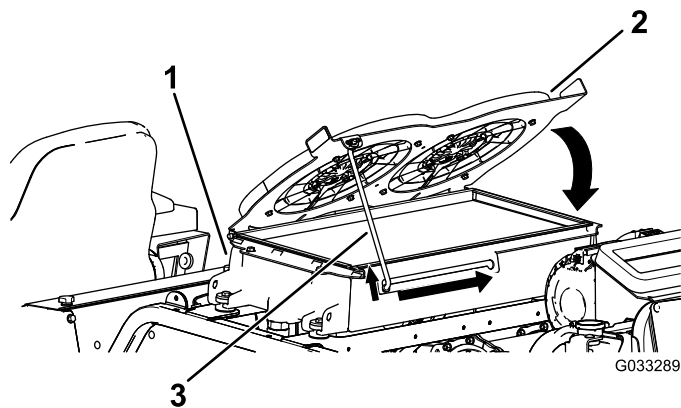

図 120
4. 油圧オイルクーラ下に倒して支え棒で支える (図 120)。